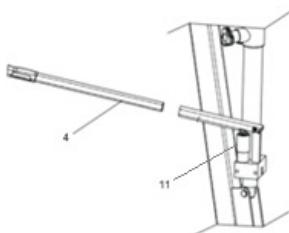

Fig. 6
1. Retire la manilla en forma de estrella e introduzca el mango (4 - Fig. 6) en el cilindro (11 - Fig. 6), como se muestra a continuación.